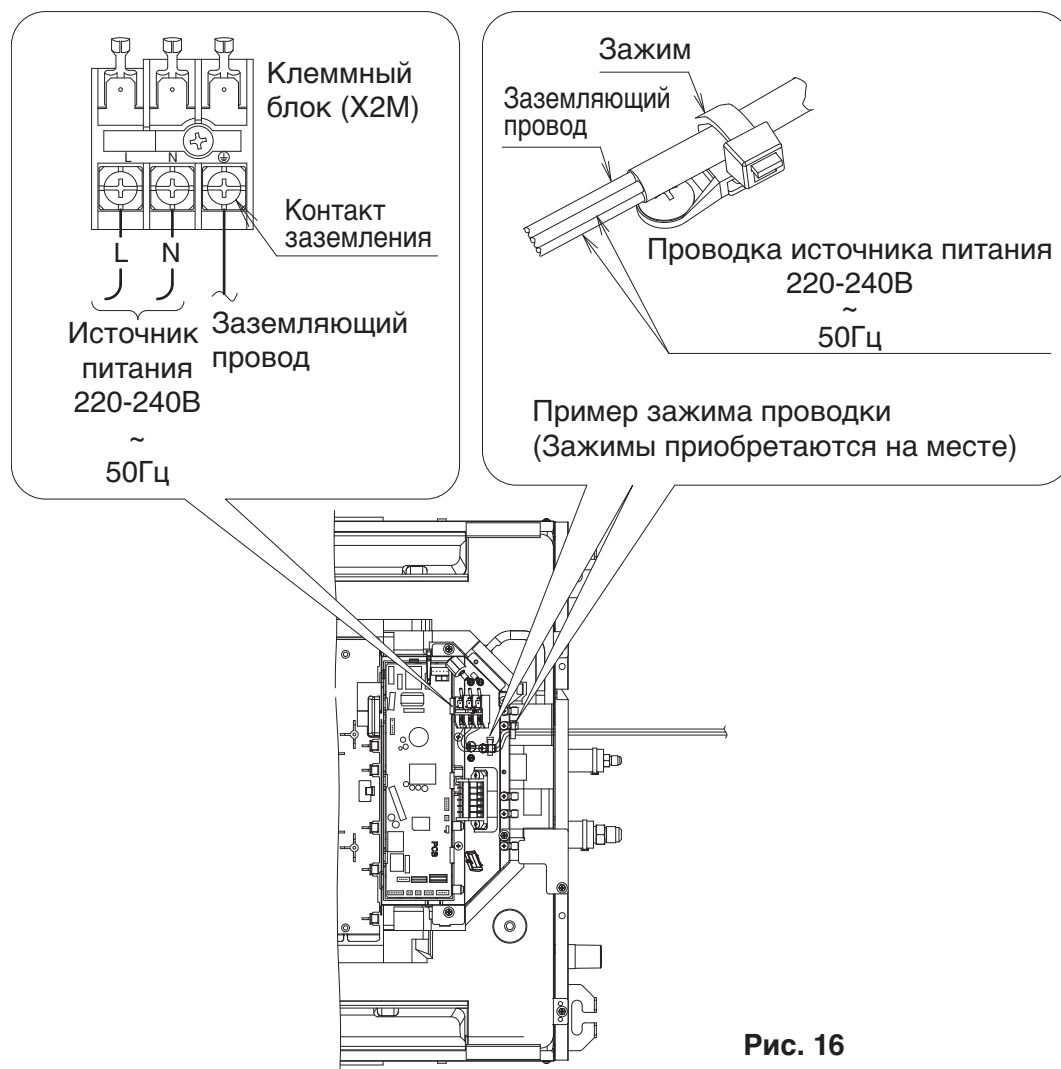

Рис. 16
Подключите заземляющий провод к контакту заземления. (См. Рис. 16)
- Надежно зажмите проводку питания, чтобы избежать натяжения проводов. (напр., Рис. 16)